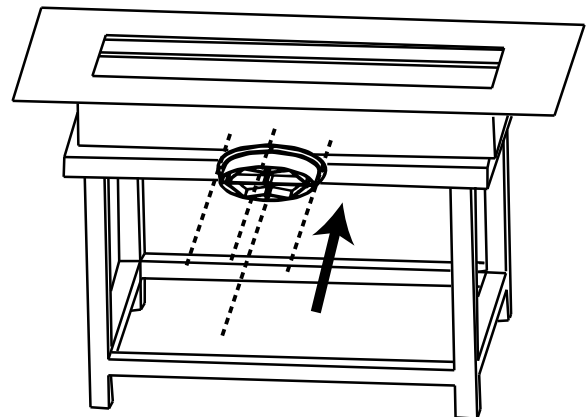

Fig. 3-4
- C. À l'aide des mêmes vis, alignez la pièce de stand centrale avec les trous inférieures et la-fixez à l'appareil (**Fig. 3-4**).